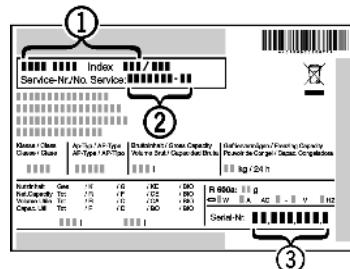

Fig. 64
- Считать обозначение устройства Fig. 64 (1), сервисный номер Fig. 64 (2) и серийный номер Fig. 64 (3) с заводской таблички. Заводская табличка находится внутри устройства слева.